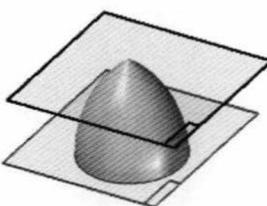

图 2.3 平面 5
- Step3. 创建图 2.3 所示的平面 5（本步的详细操作过程请参见随书光盘中 video\ch19\reference\文件下的语音视频讲解文件 blower_nozzle-r03.avi）。